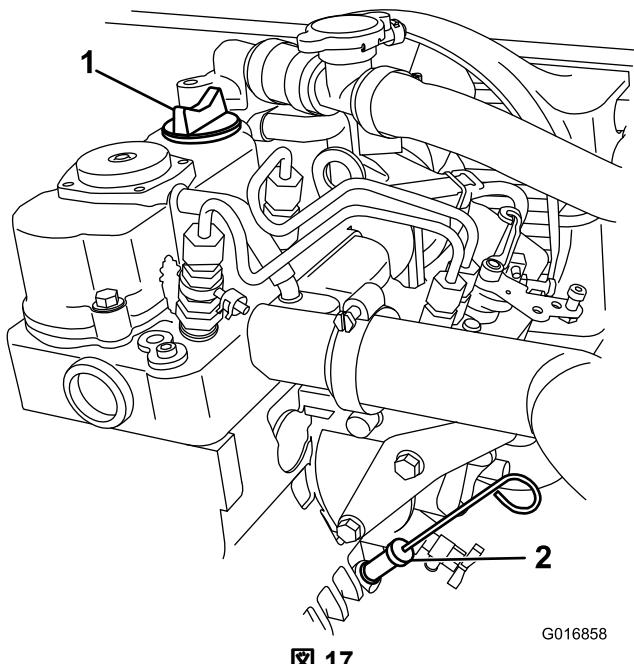

図 17
3. ディップスティック管図17からごみが入つてエンジンを傷つけないように、その周囲をウェスできれいに拭く。
5. ディップスティックを根元まで完全に差し込む図17。
6. ディップスティックを引き抜いて油量を点検する図17。
7. ディップスティックを取り付ける。奥まで完全に差し込むこと図17。